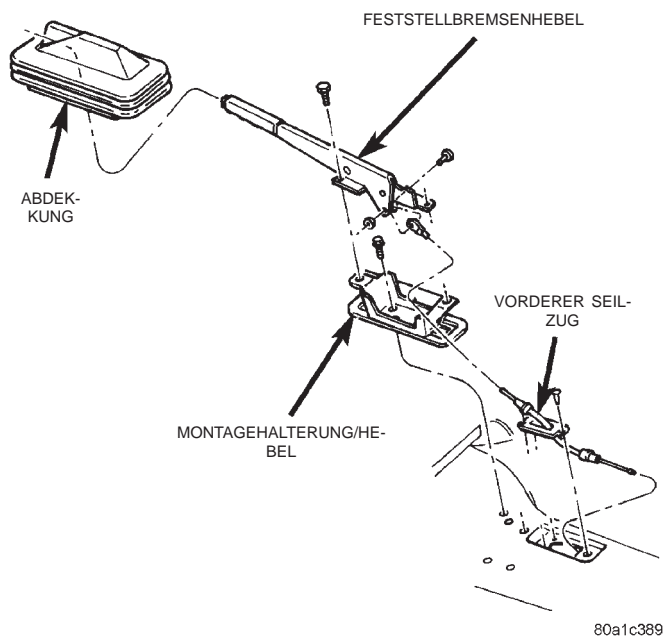

Abb. 38 Feststellbremsenhebel
(7) Die Schrauben zur Befestigung des Feststellbremsenhebels herausdrehen (Abb. 38).
(8) Vorderen Seilzug vom Feststellbremsenhebel lösen und den Hebel aus dem Fahrzeug herausnehmen.